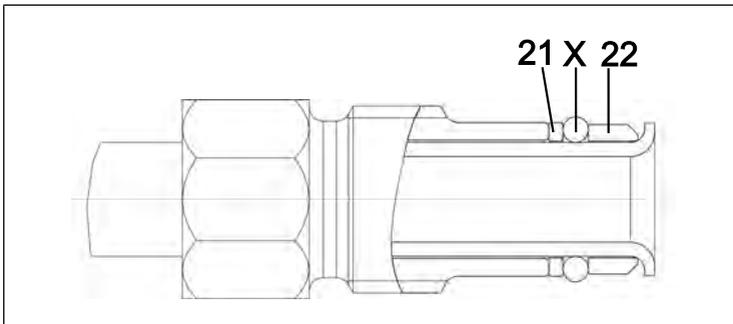

Fig. 31: Posición correcta de la junta tórica
2. Sustituir las juntas tóricas (16) y (17) de la conexión de manguera del separador (11).
3. Sustituir la junta tórica (15) de la conexión de manguera del condensador de alto rendimiento (12).
**i** Durante la sustitución de las juntas tóricas asegurar la correcta posición de las nuevas juntas tóricas (entre el manguito [22] y el disco de deslizamiento [21], ver Fig. 31).